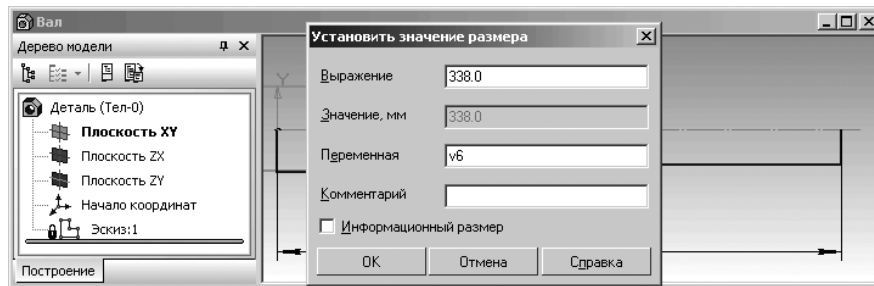

Рис. 2.47. Окно модели **Вал** и диалоговое окно **Установить значение размера** с возможными параметрами общей длины эскиза вала
- переместите указатель мыши вместе с фантомом выносных линий, размерной линии и надписи в нужное вам место и щелкните мышью. Зафиксируется местоположение размерной линии и появится диалоговое окно **Установить значение размера**, показанные на рис. 2.47.
По умолчанию установка размеров проводится в режиме параметризации – автоматического присваивания очередному размеру своего имени переменной. Например, общей длине вала присвоено имя **V6** (см. рис. 2.47).
- переместите указатель мыши вместе с фантомом выносных линий, размерной линии и надписи в нужное вам место и щелкните мышью. Появится диалоговое окно **Установить значение размера** (см. рис. 2.47). Однако,